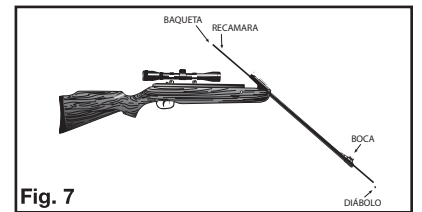

Fig. 7
- Si hubiera uno, introduzca la varilla de limpieza en la recámara y empuje el perdigón hasta que salga por la boca del cañón. No intente volver a utilizar ese perdigón (Fig. 7)